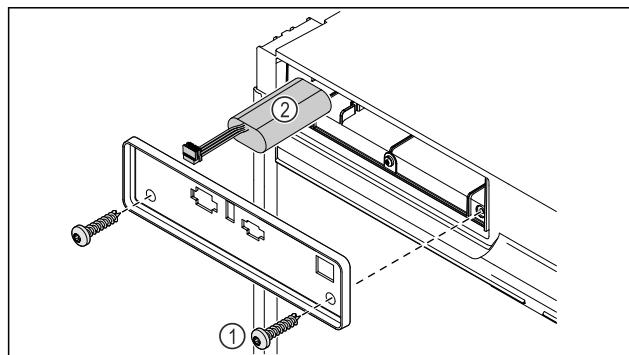

Fig. 228
- Викрутити гвинти і зняти кожух на задньому боці пристрою Fig. 228 (1).
- Батарею від'єднати та вийняти Fig. 228 (2).